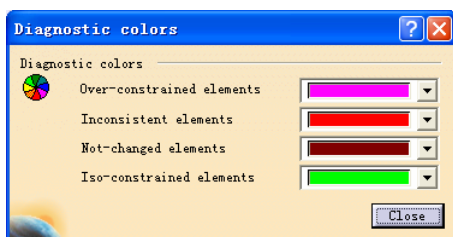
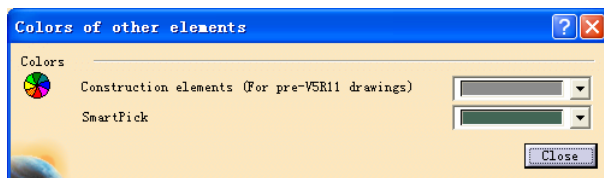

图 6-72
图 6-73
- Visualization of diagnostic (诊断可视): 分析时所使用的颜色, 单击 Colors 按钮会出现如图 6-72 所示对话框, 可从中更改使用的颜色。
- Other color of the elements (其他元素的颜色): 此处可更改图 6-72 中所没有的对象类型的对象颜色, 如图 6-73 所示。